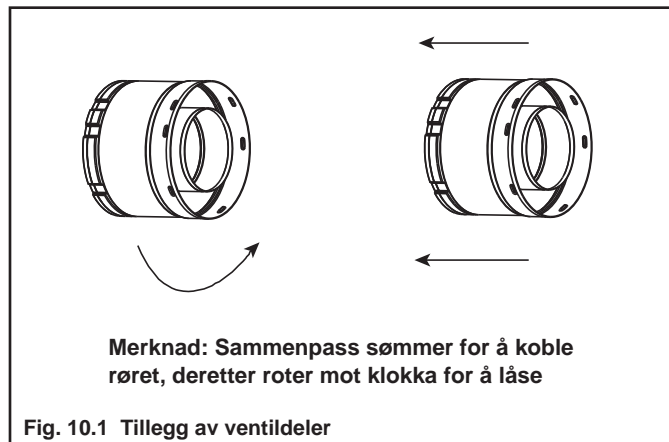

Fig. 10.2 Høy-temperaturs silikon tetningsmasse
- Påfør en dråpe silikon på innsiden av den ytre rørboblingen før kobling av delene. Se Fig. 10.2.